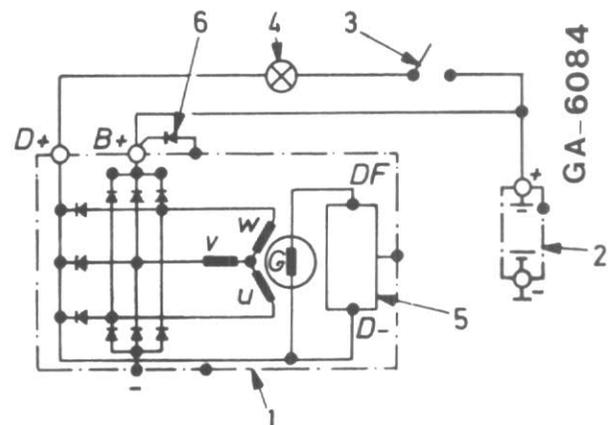
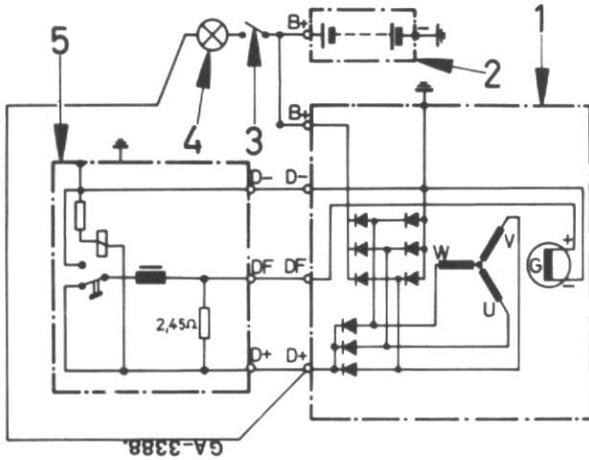

Figure 15
Figure 16
L'interrupteur (3) étant allumé, le courant venant des batteries (2) va à la masse en passant par le voyant témoin de charge (4) et le régulateur, puis par la bobine inductrice (G), fig. 16. Lorsqu'un régulateur transistorisé est monté (5) fig. 15 le courant d'excitation va à la masse en passant par le régulateur.
- à un redresseur positif triphasé en pont qui fournit du courant continu (courant d'excitation) au régulateur et au rotor, voir fig. 15.
Le courant continu pour l'excitation de l'alternateur est fourni par un redresseur en pont triphasé, qui est monté dans l'alternateur, voir fig. 16 et aussi (4), fig. 45.
- Sur les alternateurs G1 une diode de régulation "Zener" (6) fig. 15 est branchée entre la borne de sortie B+ et la masse. Cette diode bloque la circulation du courant vers la masse en conditions de travail normales. Si, néanmoins, la tension devait monter au-delà de 22-30 volts par suite de défauts du câblage etc. . . , la diode "Zener" dirigera l'excès de tension vers la masse et protégera l'alternateur, les diodes et le circuit.